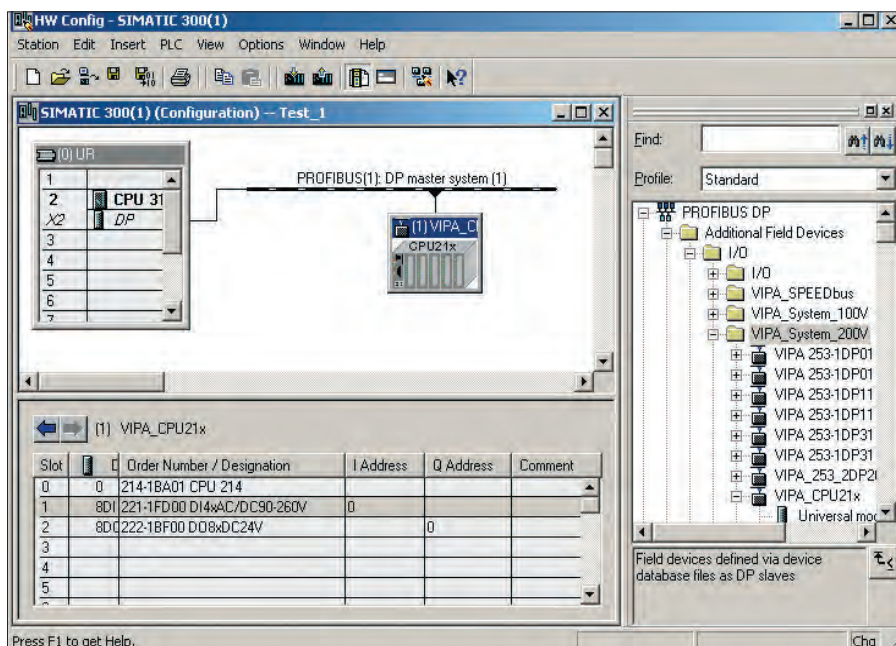

Рис. 1. Добавление модуля VIPA в аппаратном конфигураторе Hardware Configurator
5. Откройте папку **PROFIBUS-DP** в библиотеке **Hardware Catalog**, перейдите в подпапку **Additional Field Devices** → **I/O** → **VIPA** (рис. 1).
6. Щёлкните мышью на добавленном объекте **VIPA_CPU21x**, в нижней части экрана появится таблица. Выберите слот 0, после чего перейдите в библиотеку **Hardware Catalog** и найдите в списке необходимый модуль ПЛК, например 214-1BA01 CPU214. После двух щелчков мыши он добавится в слот 0 (рис. 1). Аналогично вносятся и дополнительные модули расширения, используемые в системе.